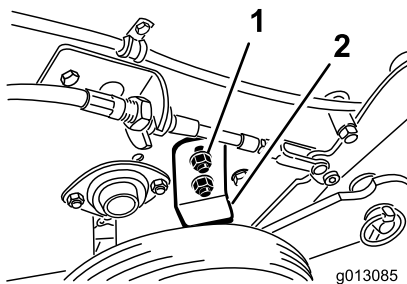

Figure 17
2. Desserrez les écrous qui fixent la butée de roue sur le côté droit de la machine (Figure 17).